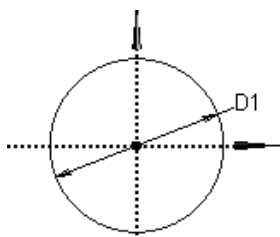

图 3.13.3 草图 1
(1) 绘制图 3.13.3 所示的草图 1。在“草图绘制”工具条的 **XYPlane** 下拉列表中选择 XYPlane 平面作为草图平面，单击“New Sketch”按钮，绘制图 3.13.3 所示的截面草图，其